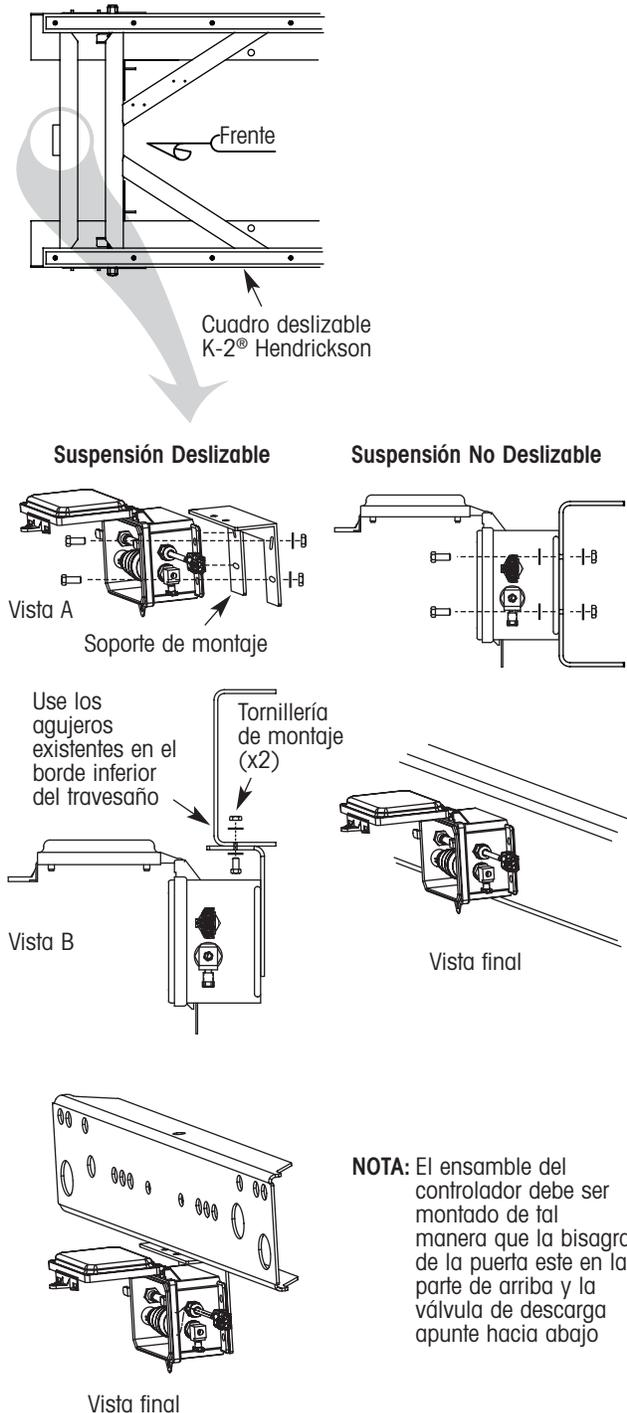

Figura 2. Instalación del ensamblaje del controlador TIREMAX CP nuevo
Hendrickson recomienda el travesaño delantero como la ubicación de montaje del ensamblaje del controlador (figura 2). Un soporte de montaje está incluido en el kit de tal manera que el ensamblaje del controlador
puede ser montado sin barrenar agujeros en el travesaño. En suspensiones deslizables, el soporte y ensamblaje del controlador deben estar montados debajo del travesaño como se muestra en la figura 2 para evitar interferencia con la barra de tope del deslizante. En suspensiones no deslizables, el controlador puede ser montado debajo del travesaño como se muestra en la figura 2 o a la superficie vertical del travesaño si se desea, ya que la interferencia con la barra de tope del deslizante no es un problema.
1. Sujete cada esquina del ensamblaje del controlador al soporte con cuatro tornillos de $\frac{5}{16}$ pulgadas, arandelas y tuercas como se muestra en la figura 2, vista A. Oriente la caja de tal manera que la bisagra de la puerta esté en la parte de arriba y la válvula de descarga apunte hacia abajo.
2. Sujete el controlador y el soporte de montaje a los agujeros existentes en la superficie inferior del travesaño como se muestra en la figura 2, vista B.
⚠ ADVERTENCIA: El no orientar el controlador y soporte de montaje como se describe arriba y se muestra en la figura 2 puede resultar en una interferencia con la barra de tope del deslizante y daño en el ensamblaje del controlador.
Utilice el método de montaje del ensamblaje del deslizante descrito arriba, o sujete cada esquina del ensamblaje del controlador directamente a la superficie vertical del travesaño con los cuatro tornillos de $\frac{5}{16}$ pulgadas, arandelas y tuercas (figura 2). Oriente la caja de tal manera que la bisagra de la puerta esté en la parte de arriba y la válvula de descarga apunte hacia abajo (figura 2).
⚠ PRECAUCIÓN: El ensamblaje del controlador debe estar montado de tal manera que la bisagra de la puerta esté en la parte de arriba y la válvula de descarga apunte hacia abajo (figura 2).